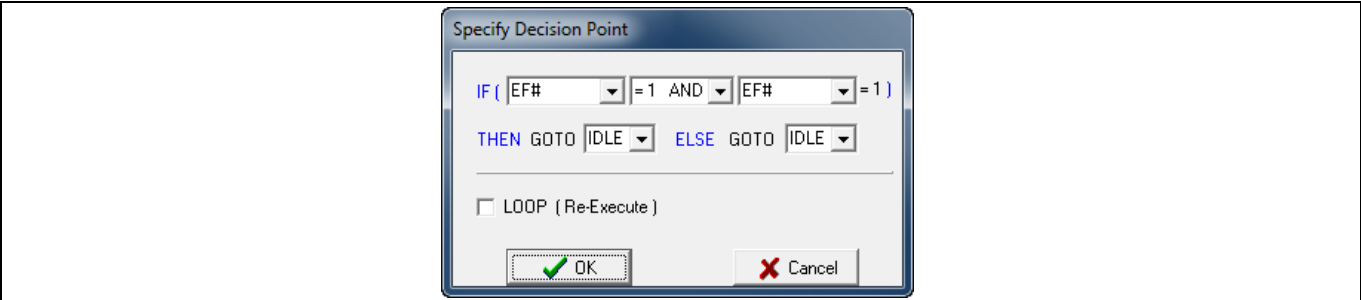

Figure 43 无条件转换到闲置状态
5. 通过创建一个决策点状态 S1 可以返回闲置状态。在 S0 状态的右边界上点击状态带，然后按照 Figure 43 中显示的内容设置无条件转换。